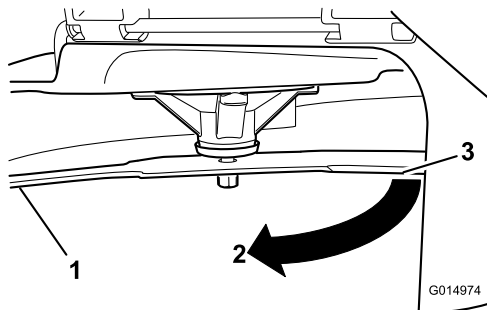

Figura 75
3. Segunda distancia medida entre cuchilla y superficie (B)
4. Gire la misma cuchilla 180 grados de manera que el otro extremo esté en la misma posición (Figura 75).